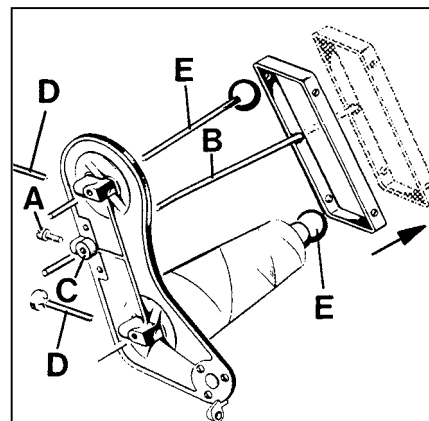

Fig.3
Loosen screw (A, Fig. 3) and set thread rod (B) so that its lower end is flush with the underside of thread cone support (C). Retighten screw (A).
Lösen Sie die Schraube (A, Fig. 3), und stellen Sie die Fadenstange (B) so, daß ihr unteres Ende mit der Unterseite des Garnrollenträgers (C) bündig ist. Ziehen Sie die Schraube (A) wieder an.
Loosen thumb screw(s) (D, Fig. 3) in the thread cone support, pull out the spool pin(s) (E) and remove the empty thread cone(s).
Lösen Sie die Rändelschraube(n) (D, Fig. 3) im Garnrollenträger, ziehen Sie den (die) Spulensstift(e) heraus und entfernen Sie die leere(n) Garnrolle(n).